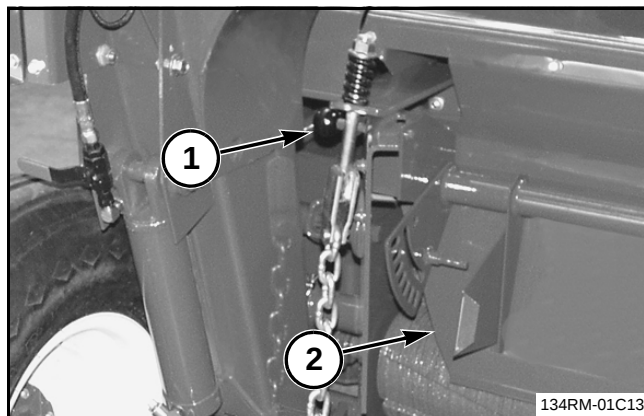

FIG. 176
FIG. 176: Tire del pasador de traba cargado por resorte (1) del soporte de ajuste del tablero de hilera. Gire el tablero de hilera (2) hacia arriba a su posición y trábelo.